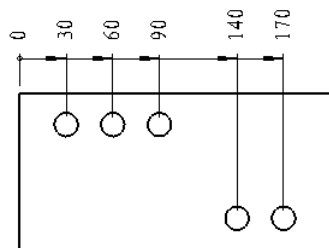

图 6.3.14 标注水平尺寸链
Step5. 单击“尺寸”对话框中的 按钮，完成标注水平尺寸链操作，结果如图 6.3.14 所示。